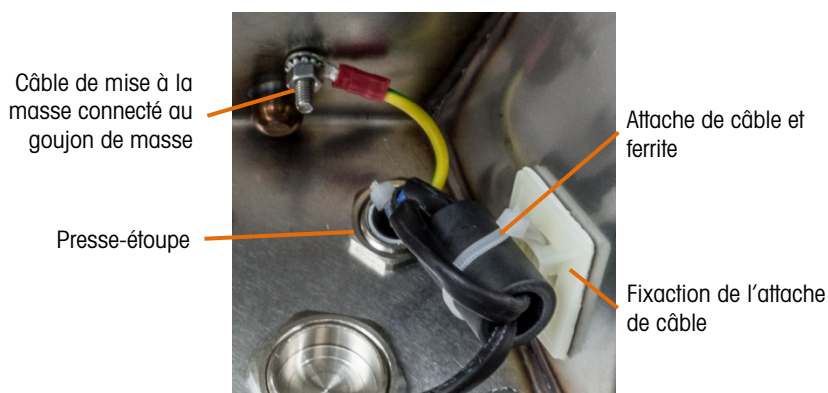

Figure 2-16: Reversed Location of Power Cord
- h. Installez la ferrite sur le câble d'alimentation, en faisant un tour comme indiqué sur la Figure 2-16.
- i. Collez la fixation de l'attache de câble sur l'enceinte à l'endroit indiqué sur la Figure 2-16 et la Figure 2-17. Attachez la ferrite en place et coupez toute longueur excédentaire de l'attache.